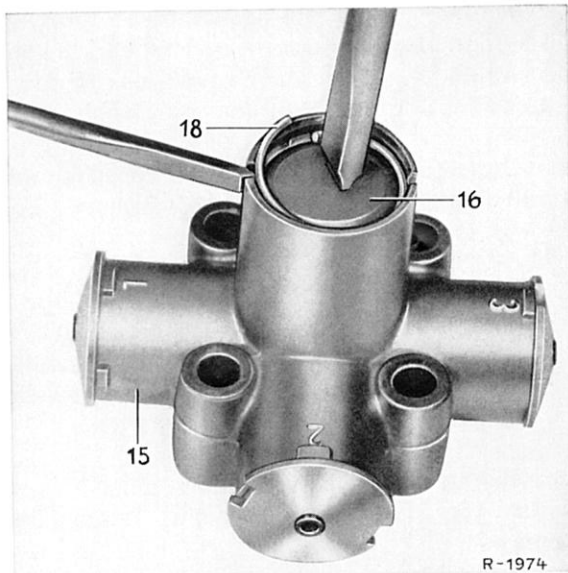

Bild 27-16/16
1 Druckreglerkolben (22), Federführungsstift (23) und Druckfeder innen (25) aus dem Reglergehäuse (15) nehmen (Bild 27-16/15).